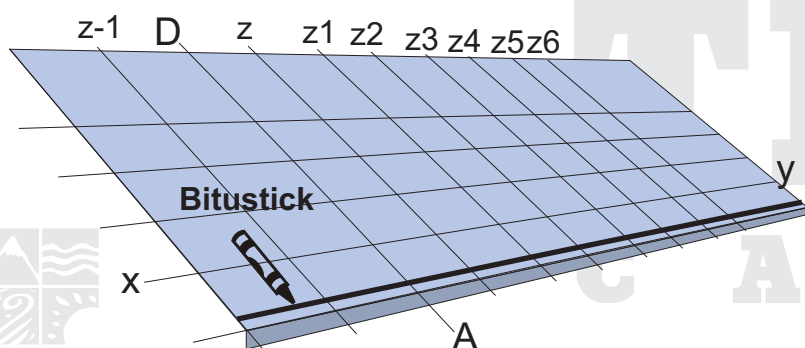

Fig. 2 - Bitustick
- " Applicare sulla linea di gronda un cordolo di adesivo bituminoso Bitustick (fig. 2).